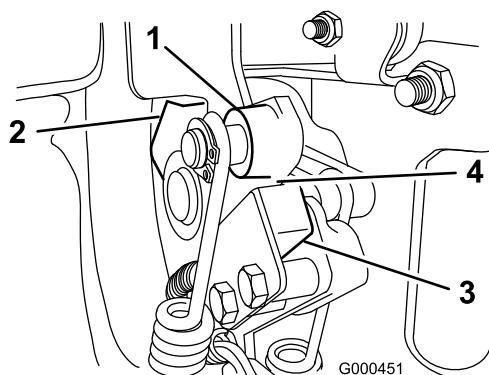

Figura 28
2. Innestate la leva della trazione finché non viene a contatto con il fermo in folle (Figura 28).
3. Allentate i dispositivi di fissaggio del microinterruttore (Figura 28).
4. Inserite uno spessore di 0,8 mm fra la leva di trazione ed il microinterruttore (Figura 28).